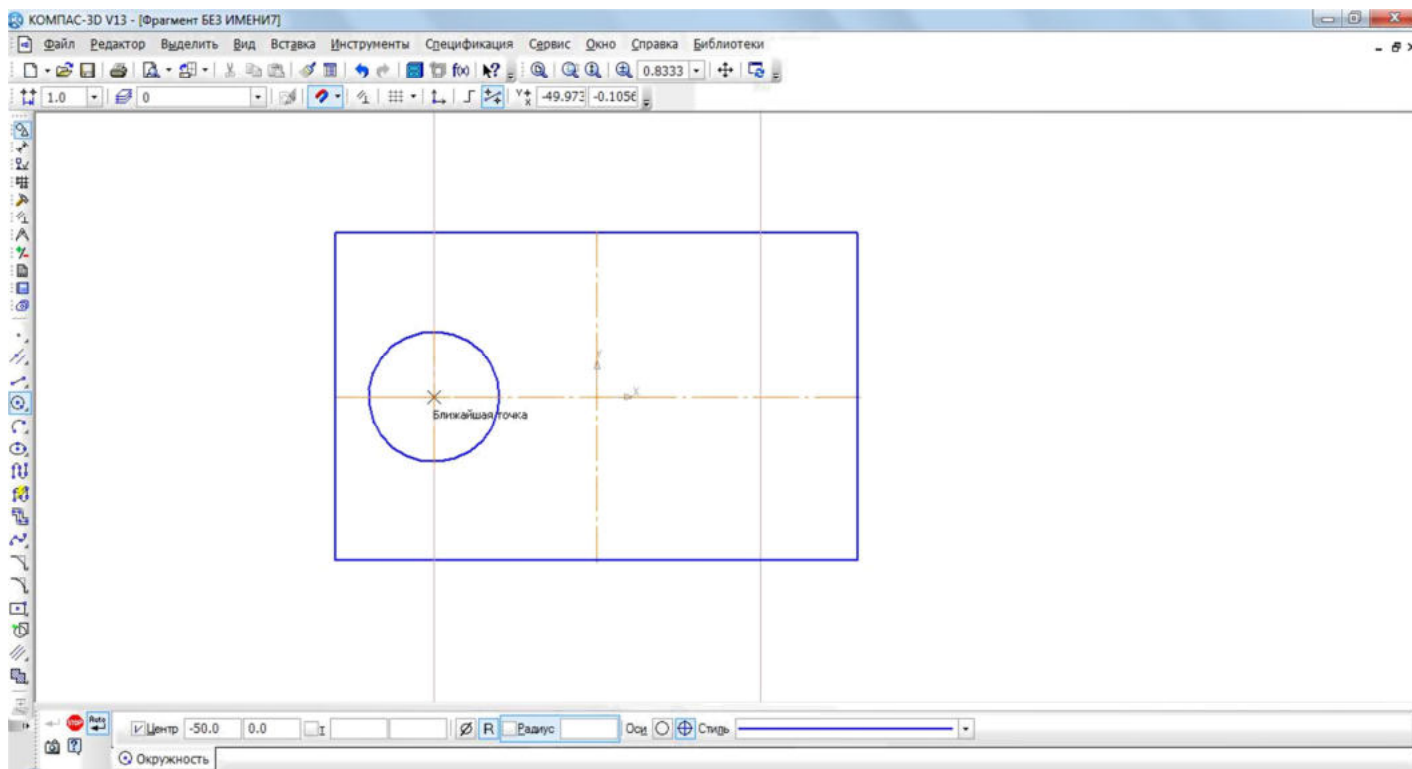

Рис. 7
- два раза щелкнув ЛКМ в поле **Радиус** панели **Свойств**, введите значение 20 (на чертеже дано значение диаметра ($\varnothing = 40$)) и нажмите <Enter> (рис. 7);